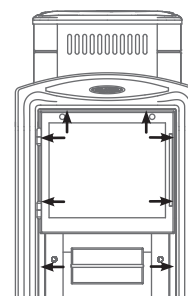

Bild 8. Auseinandersetzen der Tür mit Rahmen bei der Montage des Ofenmodells «Vitra»
1. 8 Stück Bohrschrauben lösen, mit deren Hilfe die Tür mit Rahmen zum Brennstoffkanal befestigt wird und sie abnehmen; (siehe Bild 8)